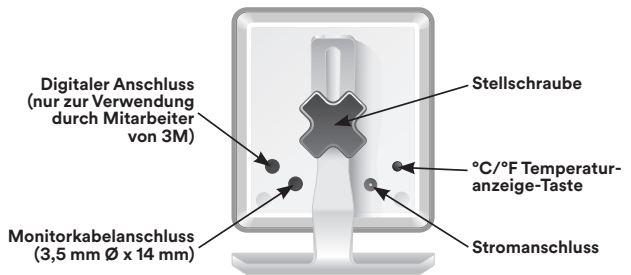

Abbildung 2-4: Rückseite der Kontrolleinheit
2. Das Netzteil an der Rückseite der Kontrolleinheit in den Netzeingangsanschluss stecken (siehe Abbildung 2-4). Das Netzteil in eine geeignete Steckdose stecken. Der Startbildschirm leuchtet auf und geht in den Standby-Bildschirm über.
4. Bei Bedarf kann ein Monitorkabel verwendet werden, um die Kontrolleinheit über den Monitoranschluss an der Rückseite der Kontrolleinheit an den Patientenmonitor anzuschließen (siehe Abbildung 2-4).
Die Kontrolleinheit kann die gemessene Temperatur in Grad Celsius oder Grad Fahrenheit anzeigen. Die im Werk eingestellte Einheit ist Grad Celsius. Zum Ändern der Temperatureinheit in der Anzeige die Temperaturanzeige-Taste an der Rückseite der Kontrolleinheit bei eingeschalteter Kontrolleinheit drücken (siehe Abbildung 2-4).